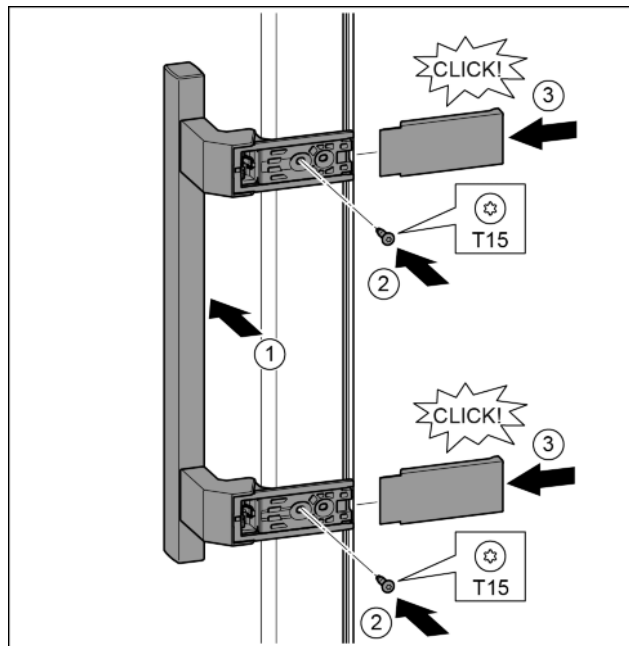

Fig. 34
- A fogantyút az ellenkező oldalon helyezze fel. Fig. 34 (1)
- Húzza meg a csavarokat a T15 csavarhúzóval. Fig. 34 (2)
- A fedelet helyezze fel oldalra és tolja fel. Fig. 34 (3)